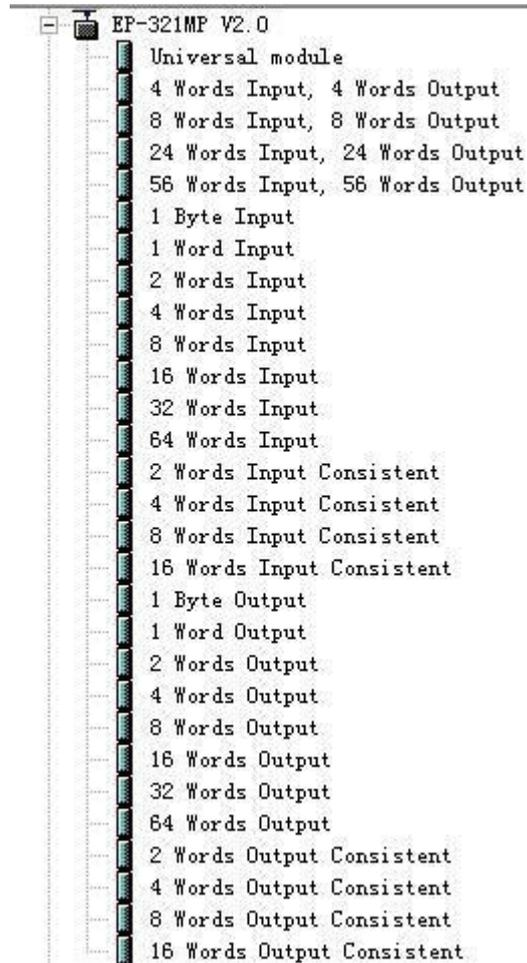

图 6
6. 您可以在这里找到您注册的设备，右侧窗口 /PROFIBUS DP/Additional Field Devices/Converter/EP-321MP/, 如图 6 所示